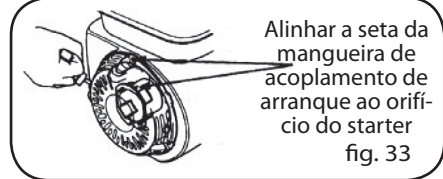

fig. 33
3. Puxar o manípulo de arranque por cordão até observar uma certa resistência, continuar o puxá-lo até alinhar a seta da mangueira de acoplamento de arranque ao orifício do starter. Nesse momento as válvulas de aspiração e de descarga estão fechadas e impedem a oxidação no interior do motor (Fig. 33).